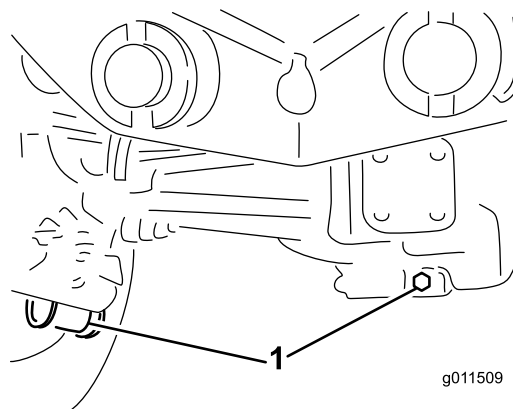

Рисунок 66
2. Очистите область вокруг трех пробок сливных отверстий, по одной на каждом конце и одной в центре (Рисунок 66).